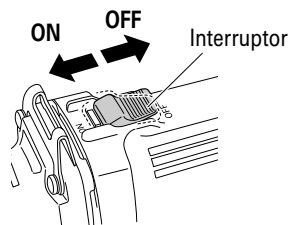

Fig. 5
- Encendido y apagado (Fig. 5)